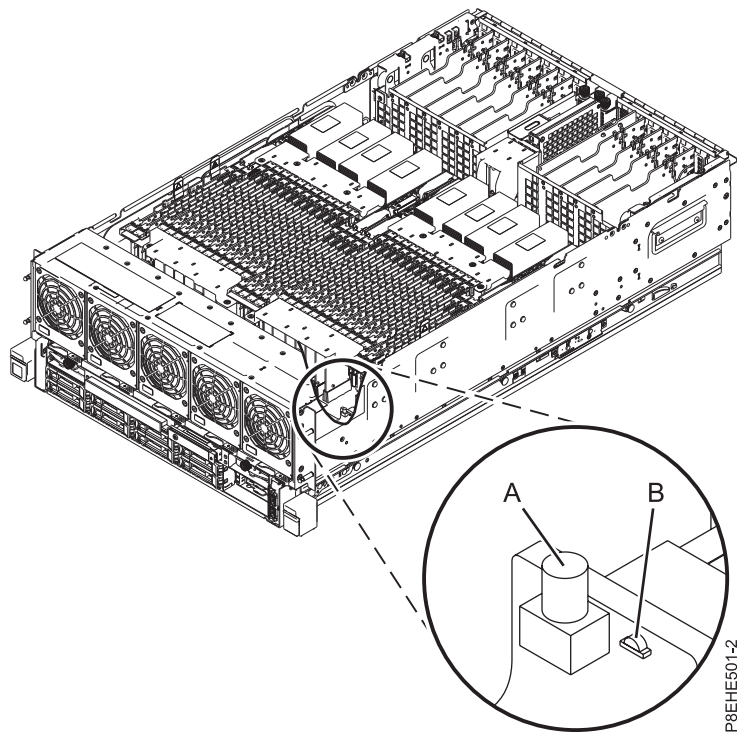

Figure 10. Activation du voyant d'identification
2. Appuyez sur le bouton de commande **(A)**, comme illustré dans la figure 10, à la page 19, pour activer le voyant d'identification. Assurez-vous que le voyant **(B)** est allumé. Cela indique que l'alimentation est suffisante pour activer le voyant d'identification. Si le voyant **(B)** n'est pas allumé, utilisez le code d'emplacement pour trouver l'emplacement physique à l'aide de l'étiquette de maintenance.